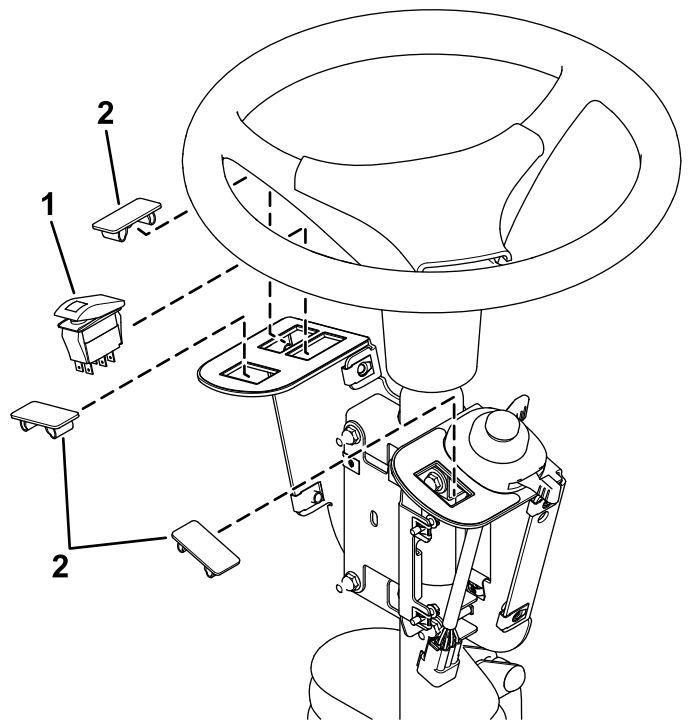

Figura 6
3. Instale el interruptor basculante y los tapones del hueco en el soporte de los interruptores (Figura 6).